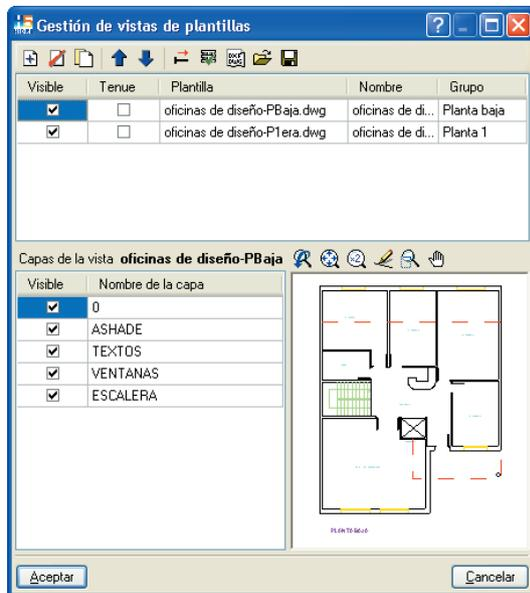
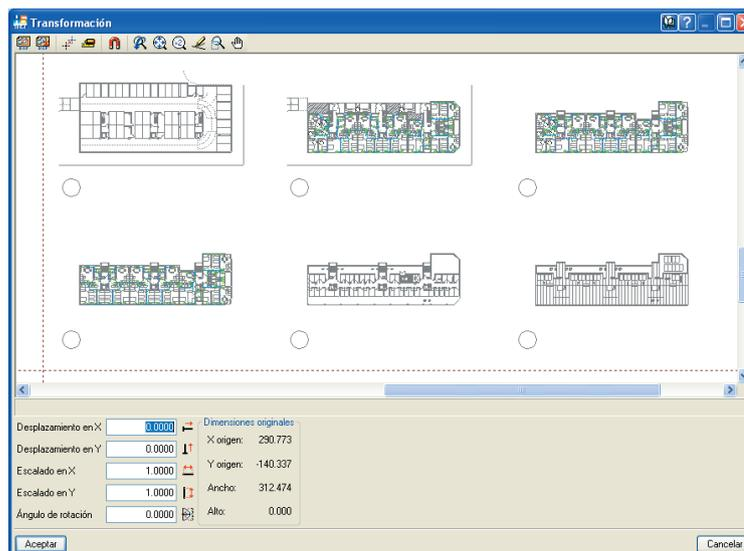

Fig. 2.5
Fig. 2.8
Para esto pulse el botón  del cuadro de la Fig. 2.5. Aparecerá la ventana **Vistas de los grupos** que puede ver en la siguiente figura.
Para no tener que utilizar herramientas externas, el programa HIDROFIVE dispone de utilidades que permiten seleccionar un área y cambiar el origen de coordenadas de una plantilla de dibujo. Estas utilidades están disponibles en el cuadro de diálogo **Transformación** (Fig. 2.8), que se activa presionando el botón  del diálogo **Gestión de vistas de plantillas** (Fig. 2.5).
Una vez importado el fichero de dibujo, utilice el botón  del diálogo **Gestión de vistas de plantillas** (Fig. 2.5) para duplicar.
- 2. Seleccionar planta.** Se ha de elegir la planta que se quiere visualizar en cada fichero de dibujo duplicado. Para ello, hay que marcar el primer elemento de la lista de plantillas del diálogo **Gestión de vistas de plantillas** (Fig. 2.5) y pulsar el botón . Aparecerá el diálogo **Transformación** (Fig. 2.8) con el fichero de dibujo importado. Pulse el botón  del nuevo cuadro de diálogo y dibuje un área rectangular que incluya la planta que desea conservar. Una vez hecho esto, la parte del dibujo que no esté dentro del área dibujada no se visualizará cuando vaya a introducir los elementos constructivos ni en las vistas 3D de las plantas de su obra. No obstante, en el cuadro de diálogo **Transformación** (Fig. 2.8) se seguirá viendo el fichero de dibujo completo. El área seleccionada estará delimitada por una línea discontinua. El botón  permite borrar el área dibujada si es necesario rectificarla. Con el botón  podrá crear otra nueva.